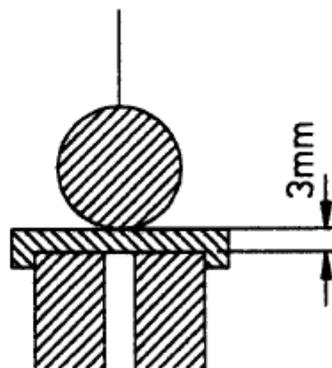

Fig. 7 Ecart entre la bille et l'électro-aimant
- Réglez l'écart entre la bille et l'électro-aimant à env. 3 mm. Cet écart est atteint lorsque la bille touche légèrement le disque d'ajustage (voir fig. 7). Un écart trop important affecte l'effet du mécanisme d'excitation.